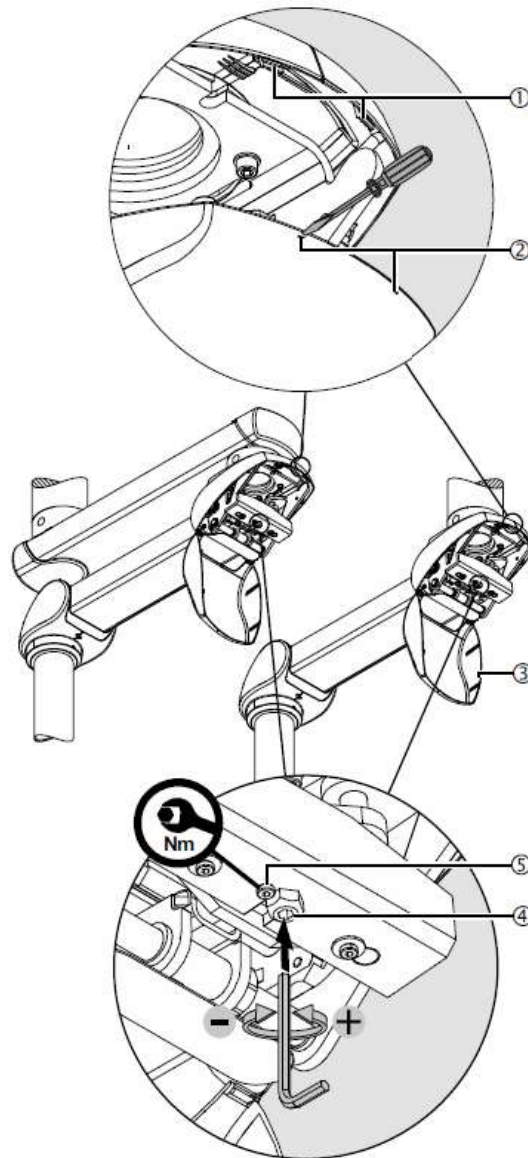

Abb.77 Einstellung der Tragkraft des Federarms und Verschließen der hinteren unteren Abdeckung.
- Lösen Sie die Zylinderschraube M8 x 16 mm ⑤ – DIN 7984 mit dem Sternschlüssel.
- Setzen Sie den Inbusschlüssel in die Einstellschraube ④ ein.
- Heben Sie den Federarm um ca. 10 Grad über die Horizontale (0-Grad-Position) an, um die Spannung an der Einstellschraube ④ zu verringern.
- Drehen Sie den Inbusschlüssel nach rechts (im Uhrzeigersinn), wie in Abbildung 77 dargestellt.
- Schrauben Sie die Zylinderschraube M8 x 16 mm ⑤ – DIN 7984 mit dem Sternschlüssel fest.